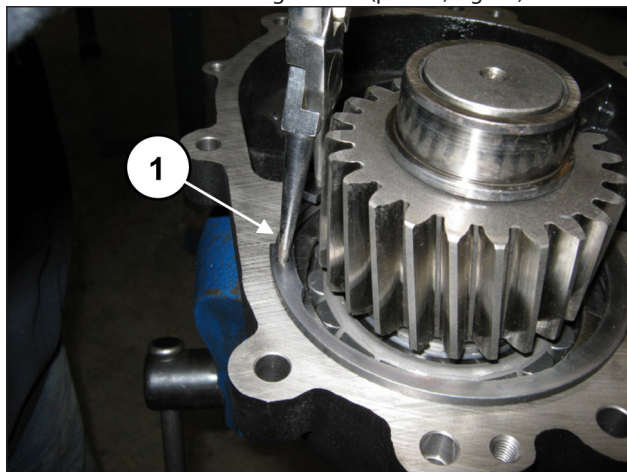

Fig. 86
Inserire in sede l'anello seeger Ø120 (pos. ①, Fig. 86).